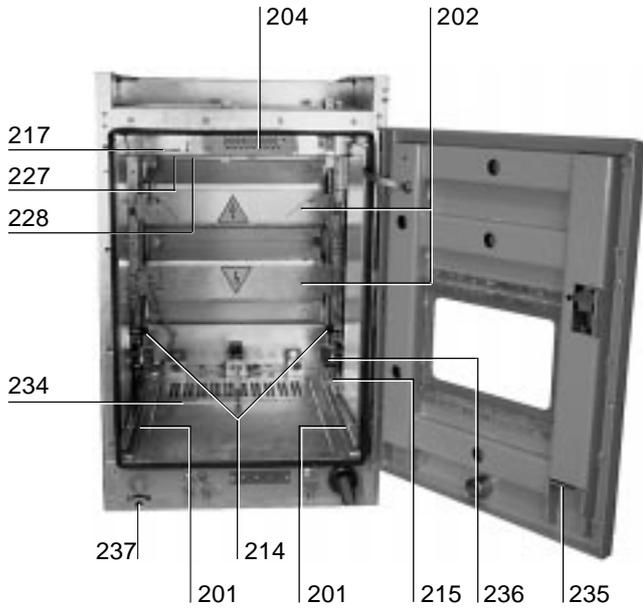

Fig. 7d
- le guide (201) (fig. 7d) per il carrello;
- gli otturatori (202) (fig. 7d) di segregazione dei contatti fissi di sezionamento disposti all'interno dei monoblocchi ed i cinematismi di azionamento delle segregazioni (214) (fig. 7d);
- la presa (204) (fig. 7d) per il connettore mobile;
- il blocco meccanico che impedisce di inserire il contattore se il sezionatore di terra è chiuso o di chiudere il sezionatore di terra se il contattore è inserito (215) (fig. 7d);
- la targa caratteristiche (217) (fig. 7d);
- blocco a chiave per carrello di messa a terra con passanti superiori (227) (fig. 7d) fornibile a richiesta;
- blocco a chiave per carrello di messa a terra con passanti inferiori (228) (fig. 7d) fornibile a richiesta;
- guides (201) (fig. 7d) for the truck;
- segregation shutters (202) (fig. 7d) for the fixed and isolating contacts placed inside the monoblocks and the kinematics for activating the segregations (214) (fig. 7d);
- socket (204) (fig. 7d) for the mobile connector;
- mechanical lock which prevents the contactor being connected if the earthing switch is closed or the earthing switch being closed if the contactor is connected (215) (fig. 7d);
- characteristics nameplate (217) (fig. 7d);
- key lock for earthing truck with upper bushings (227) (fig. 7d), supplied on request;
- key lock for earthing truck with lower bushings (228) (fig. 7d), supplied on request;
- blocco che impedisce l'inserimento di un contattore in un contenitore predisposto per un interruttore (234) (fig. 7d);
- blocco meccanico che impedisce l'apertura della porta del contenitore se il contattore non è in posizione di sezionato (235) (fig. 7d);
- blocco meccanico delle serrande quando il contattore è estratto (236) (fig. 7d);
- lock which prevents connection of a contactor in an enclosure preset for a circuit-breaker (234) (fig. 7d);
- mechanical lock which prevents the door of the enclosure being opened if the contactor is not in the isolated position (235) (fig. 7d);
- mechanical lock on the shutters when the contactor is withdrawn (236) (fig. 7d);
- interblocco tra sezionatore di terra e porta cella inferiore (237) (fig. 7d).
- *interlock between earthing switch and lower compartment door (237) (fig. 7d).*